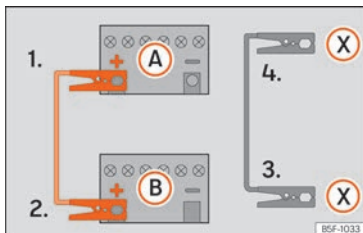

Abb. 47 Anschlusschema für Fahrzeuge mit Start-Stopp-System.
- 4b. Bei Fahrzeugen mit Start-Stopp-System: ein Ende des schwarzen Starthilfekabels (X) an einen geeigneten Masseanschluss, ein massives, fest mit dem Motorblock verschraubtes Metallteil oder an den Motorblock selbst anklammern » » Abb. 47.
5. Klemmen Sie das andere Ende des schwarzen Starthilfekabels (X) im Fahrzeug mit der entladenen Batterie an ein mit dem Motorblock verschraubtes, massives Metallteil oder an den Motorblock selbst, aber so weit wie möglich von der Batterie (A) entfernt an.